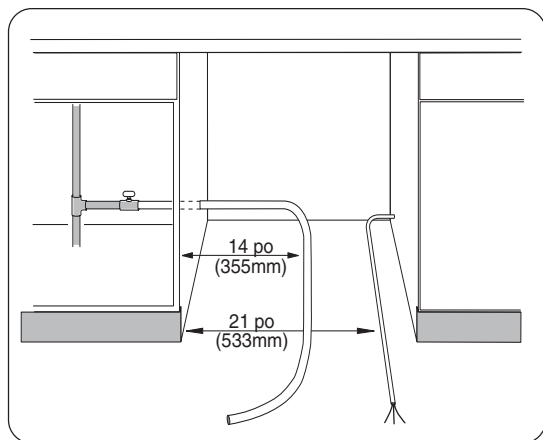

Figure 18
- 1 Placer et positionner les canalisations en eau chaude et électrique comme à la **figure 18** pour qu'elles s'alignent avec les rainures sous la base du lave-vaisselle.